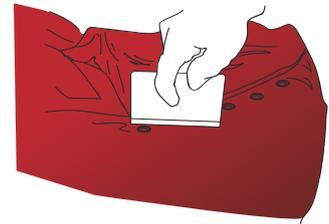

FIG 17
- › Pase a continuación el ROLLRIV sobre el film para que se adhiera por toda la superficie del remache y luego todo alrededor del remache con la espátula (FIG. 17) o el pulgar.